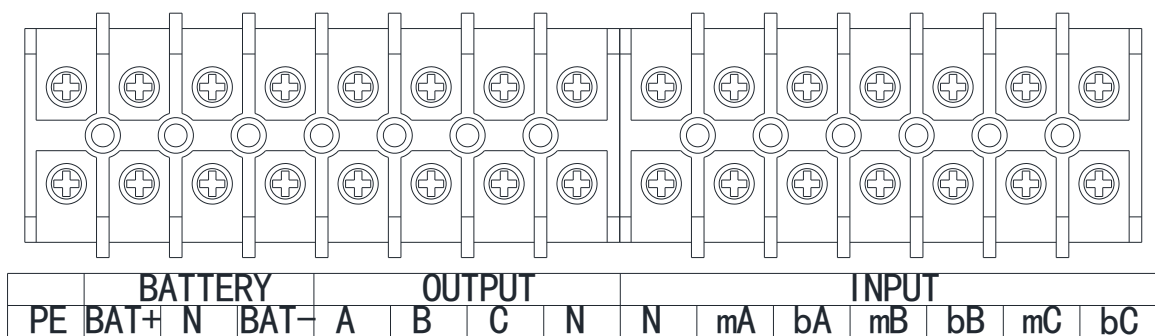
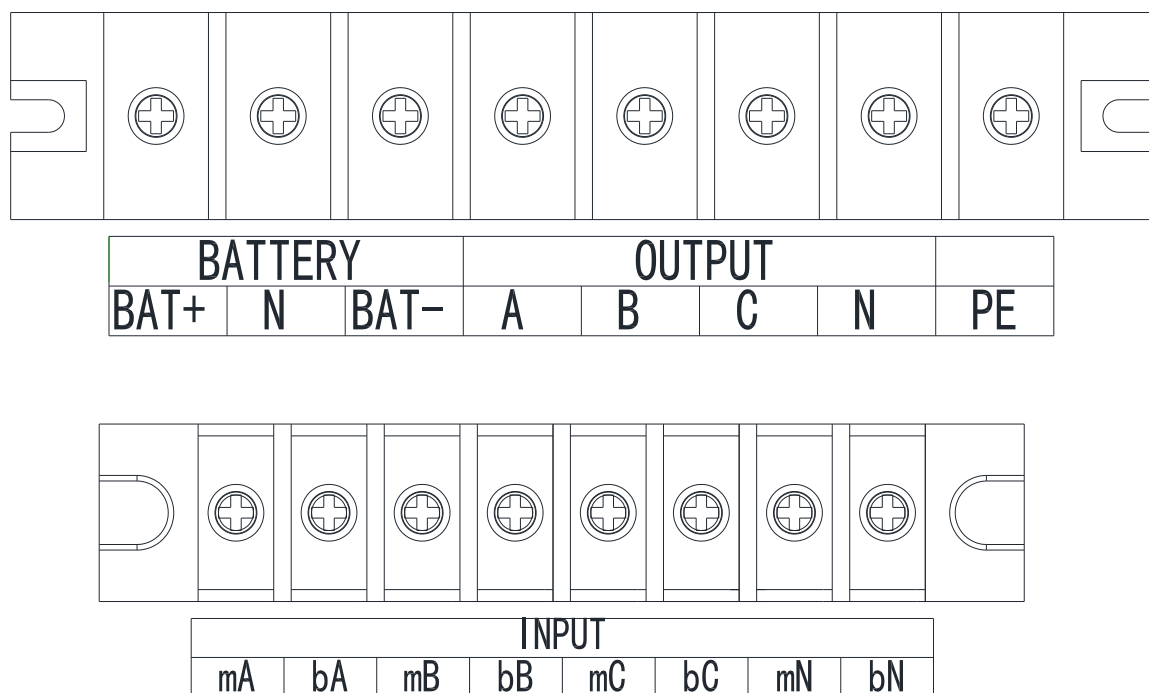

Рис.3-4 Клеммы подключения для ИБП 10/15/20kVA
Рис.3-5 Клеммы подключения для ИБП 30kVA
2. Снимите заднюю защитную панель клеммного терминала ИБП и пластиковую накладку с клемм. Входные и выходные клеммы, клеммы аккумуляторных батарей и клемма заземления (PE) показаны на рис. 3-4 и рис. 3-5.